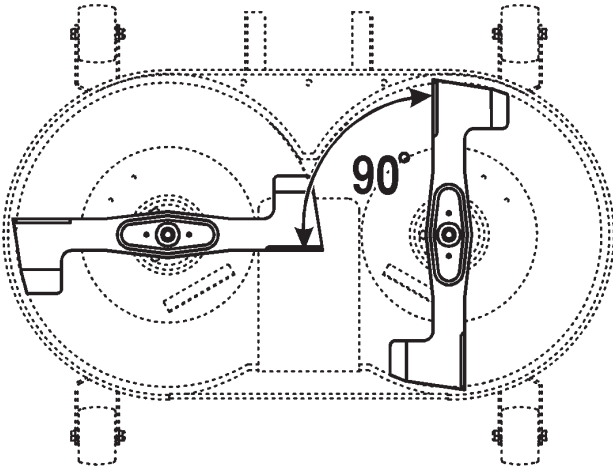

Bild 38
2. Richten Sie die Schnittmesser in einem Winkel von 90° zueinander aus (Bild 38).